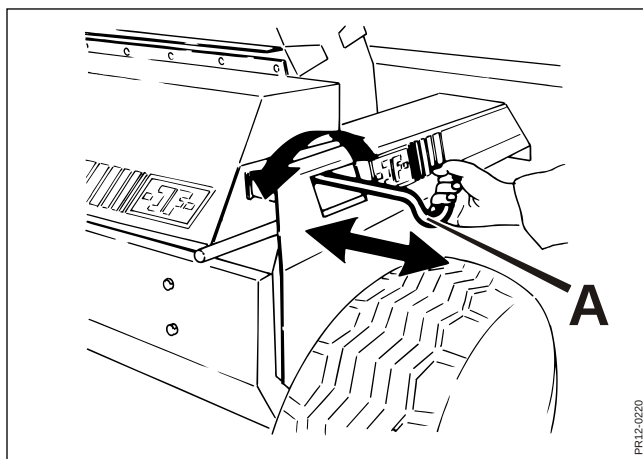

Fig. 4-24
- Fig. 4-24** 7. Grib fat i håndtaget **A** og giv forsigtig tilspænding ved at dreje på håndtaget til stenen netop rører knivene. Træk nu stenen i en langsom glidende bevægelse hen over hele rotoren og tilbage igen. Giv lidt mere tilspænding og gentag bevægelsen hen over hele rotorens bredde, således at knivene i hele rotorens bredde slibes.